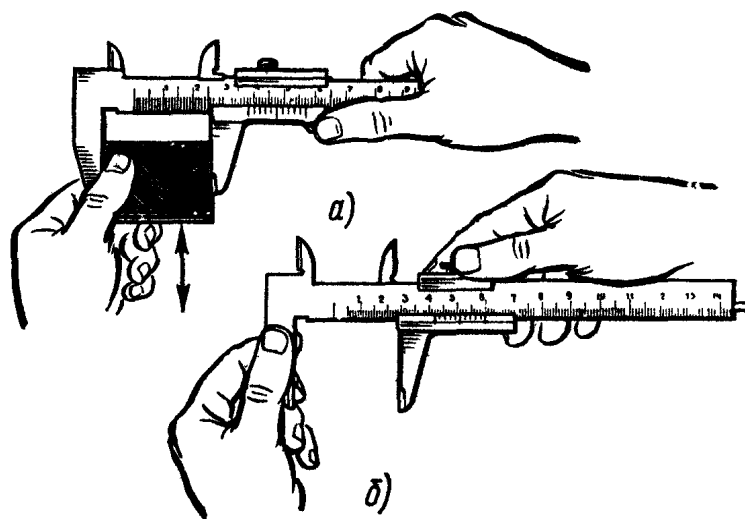

Рис. 4. Прием измерений штангенциркулем ШЦ-1
1. взять деталь в левую руку, которая должна находиться за губками и захватить деталь недалеко от губок (рис. 4, а). Правая рука должна придерживать штангу, при этом большой палец этой руки должен перемещать рамку до соприкосновения с проверяемой поверхностью, не допуская перекоса губок и добиваясь нормального измерительного усилия;
2. закрепление рамки производят большим и указательным пальцами правой руки, придерживая штангу остальными пальцами этой руки. Левая рука при этом должна придерживать губку штанги (рис. 4, б).